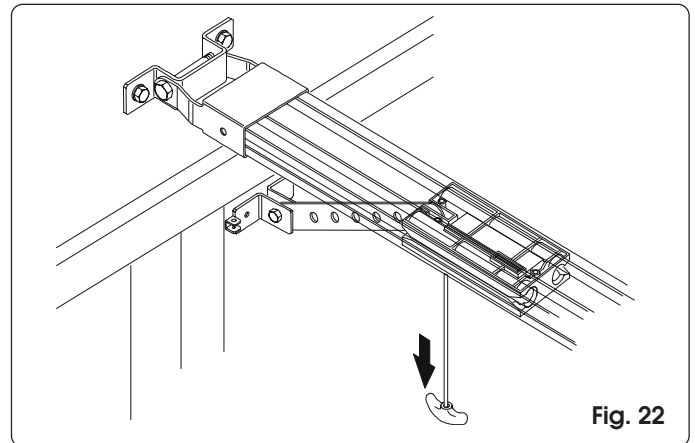

Fig. 22
- 3) Tirar de la manilla de desbloqueo hacia abajo y verificar si es posible mover la puerta a mano (fig. 22).